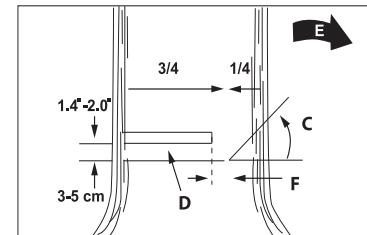

Рис. 15
Внимание! Не ходете пред дървото, на което вече са направени предварителни срези. Окончателен срез (D) се изпълня от обратната страна на дървото в 3-5 см над хоризонтална основа на предварителен срез (C) (рис. 15).